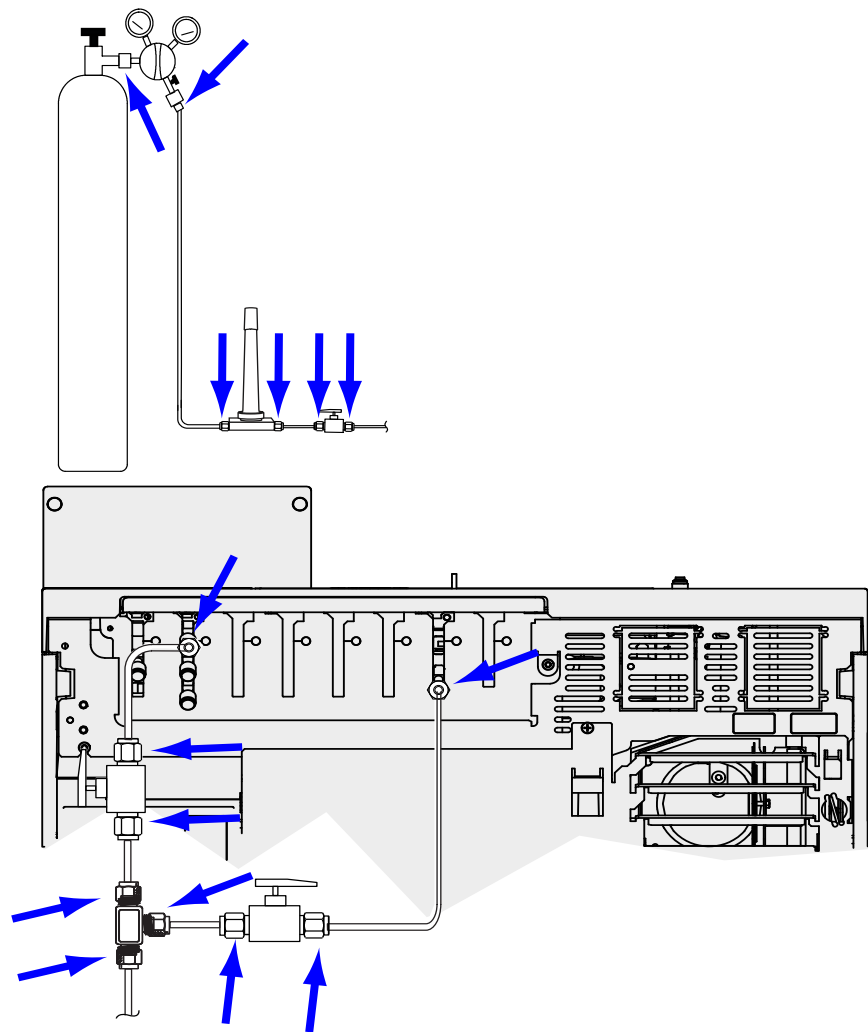

Abbildung 11. Positionen für Leckagetests
- 4 Warten Sie 10 Minuten. Wenn ein Druckabfall von mehr als 7 kPa (1 psi) auftritt, liegt bei den externen Verbindungen eine Leckage vor. Verwenden Sie das Dichtigkeitsprüfgerät, um alle Fittings auf Leckagen zu testen. Siehe **Abbildung 11**.